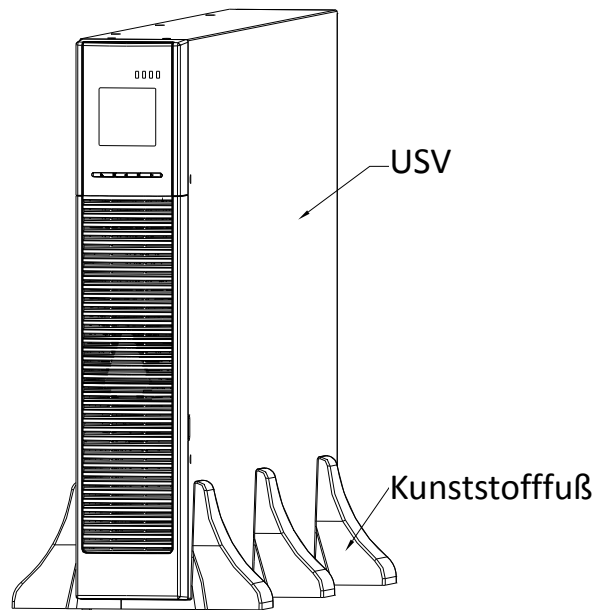

Abb. 11 Installation von USV und Akkueinschub
2. Installieren Sie die Füße und schieben Sie anschließend die OnLine-USV nacheinander in beide Füße, wie Abb. 11 dargestellt.